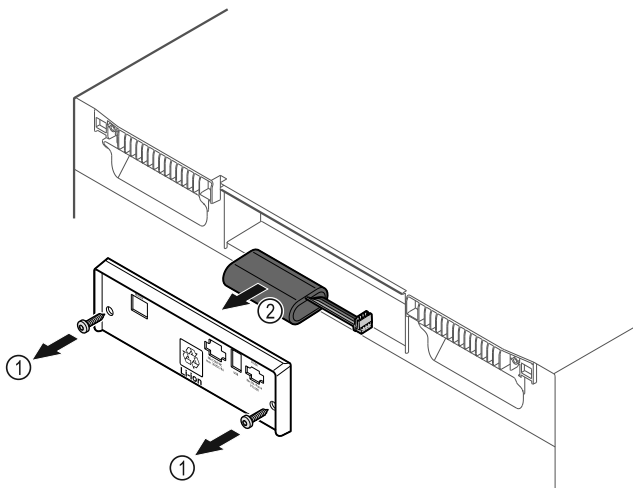

Fig. 153
- ▶ Dévisser les vis et retirer le couvercle situé à l'arrière de l'appareil Fig. 153 (1).
- ▶ Débrancher et retirer la batterie Fig. 153 (2).